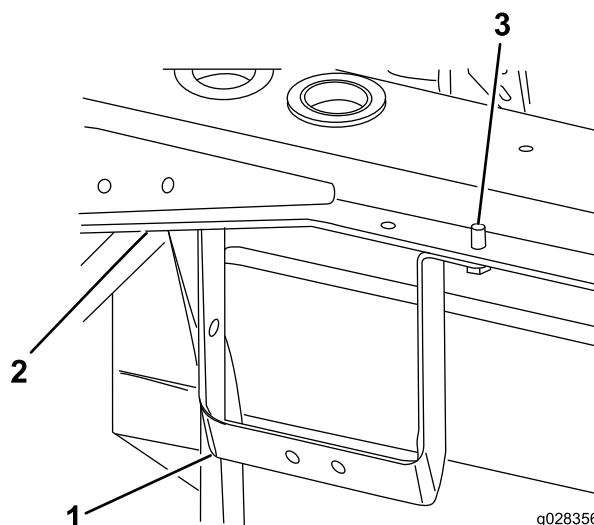

Figura 9
2. Montate la staffa di supporto sul supporto del telaio posteriore sinistro con 2 viti autofilettanti (5/16 poll.) (Figura 9).